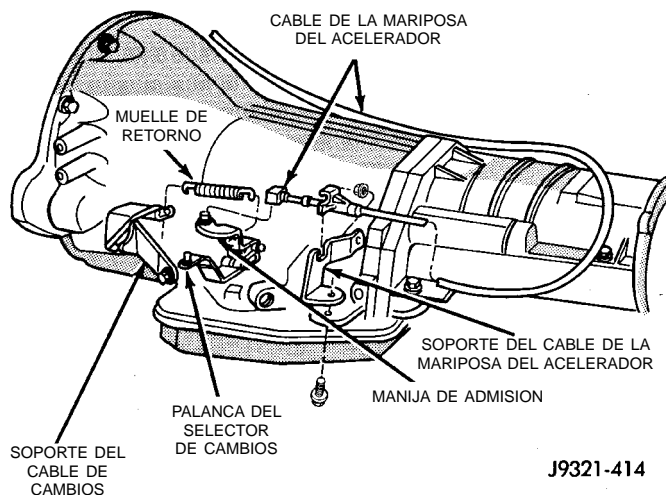

Fig. 265 Fijación del cable de la mariposa del acelerador en la transmisión
- (1) Coloque la llave de encendido en la posición OFF.
- (2) Retire el depurador de aire.
- (3) Verifique que la palanca en el cuerpo de válvula esté en la posición de ralentí de contén. Luego verifique que la manija de admisión (Fig. 265) también esté en posición de ralentí (totalmente hacia adelante).